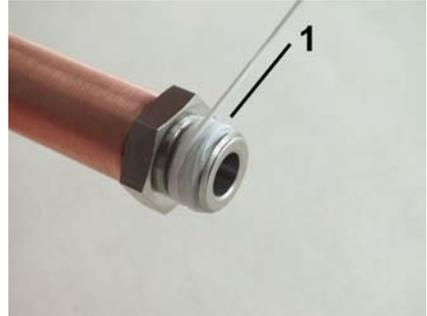

Abb. 8: Dichtfaden aufbringen
2. ➤ Dichtfaden (Abb. 8/1) in Gewinderichtung auf das aufgeraute Gewinde aufbringen, dabei Mengenangaben des Dichtmittel-Herstellers beachten